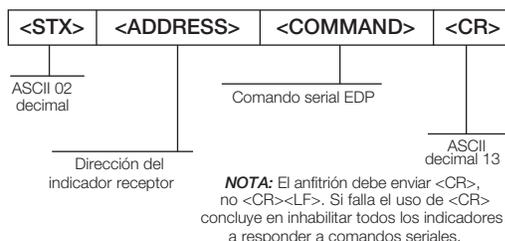

Figura 11-3. Formato RS-485 de Envío de Datos
Todos los comandos remotos se inician usando el formato de datos que se muestra en la Figura 11-3:
**Ejemplo:** para enviar el comando XG#1 desde una terminal ASCII a un indicador en la dirección 65 (decimal) en la red RS-485, use el formato que se muestra en la Figura 11-3.
- La dirección del indicador (65) está representada por una mayúscula "A".
- El caracter de regreso del carro (CR) se genera al presionar la tela ENTER.